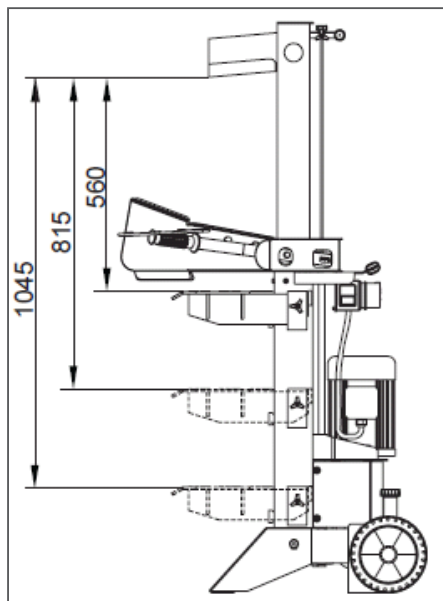

Рис. 7 Расстояния от стола до клина
*Стол может быть установлен в 3-х положениях для расщепления бревен длиной 56см, 81,5см 104,5см в длину (Рис. 7). Отсортируйте и сложите бревна так, чтобы Вам было удобно до них дотягиваться.*